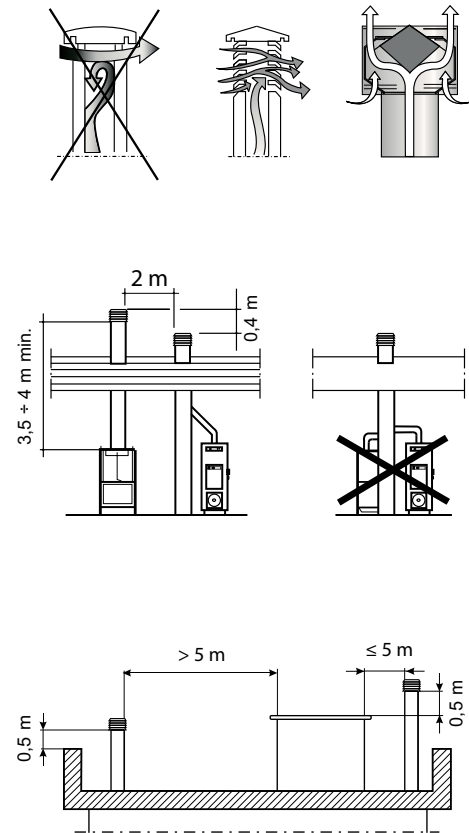

Fig. 6.1.6
- Les figures 6.1.6 et 6.1.7 indiquent les données du tableau des prescriptions UNI 10683 relatives aux distances et à l'emplacement des mitrons.